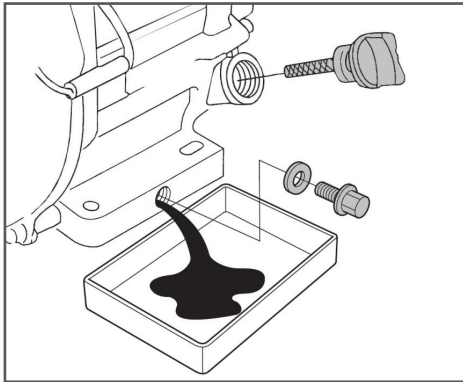

Рис. 17 Замена масла в двигателе
5. Открутите пробку для слива масла и слейте отработанное масло в подготовленную для этого емкость (Рис. 17).